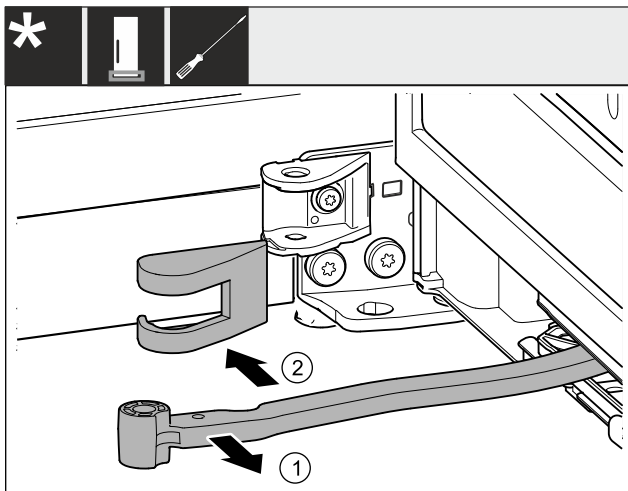

Fig. 6
- ▶ Przegub obrócić w kierunku drzwi. Fig. 6 (1)
- ▶ Usunąć osłonę płytki zawiasu. Fig. 6 (2)